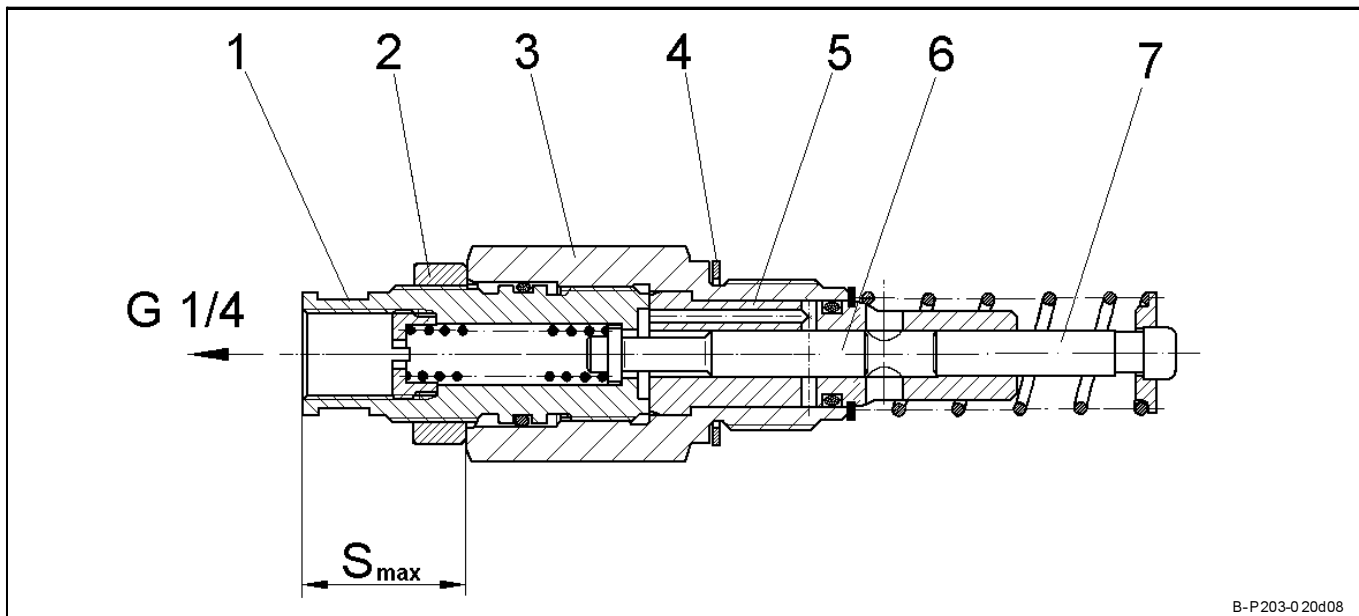

Fig. 4-2 Elemento pompante regolabile in sezione
- Gli elementi pompanti sono impostati di fabbrica sulla max. quantità erogabile, la misura „S“ dovrebbe essere pari 29 ± 0,1 mm (vedi fig. 4-2).
- Allentare il controdado 2 (fig. 4-2)
- Fissare il corpo dell'elemento pompante 3 (Fig. 4-2) e allentare il controdado 2.